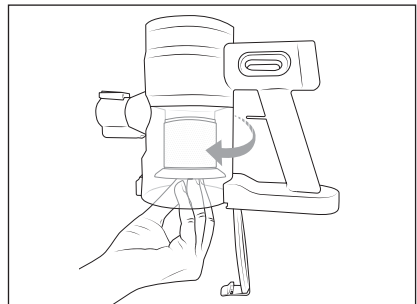

Abb. 11
- 2) Entnehmen Sie den Edelstahlfilter **6** und den EPA-Filter **5** aus dem Staubbehälter **2**, indem Sie den EPA-Filter **5** im Uhrzeigersinn drehen (siehe Abb. 11). Ziehen Sie dann den Edelstahlfilter **6** und den EPA-Filter **5** nach unten aus dem Staubbehälter **2** heraus.